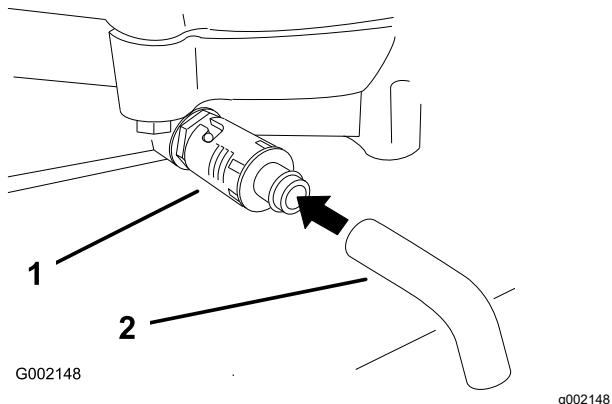

図 31
4. ドレンの下に廃油受けを置く。ドレンバルブを回して開き、オイルを排出する**図 31**。